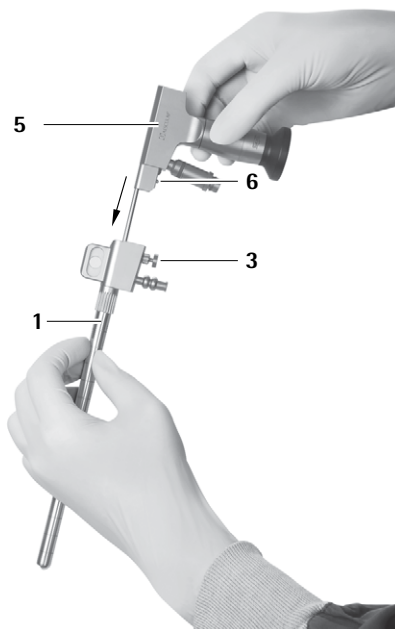
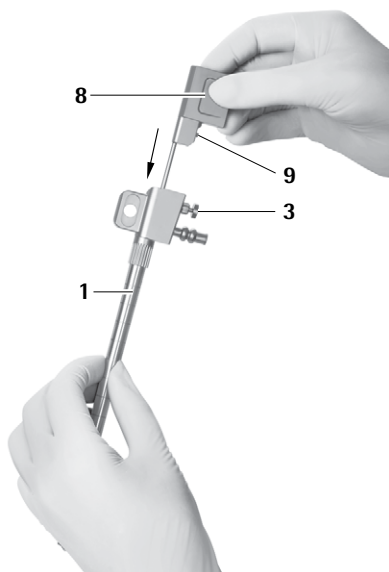

Fig. 14
Fig. 15
- Säkerställ därvid att låsbulten 6 till endoskopet 5 resp. låsbulten 9 till obturatorn för optikkanalen 8 finns på samma sida som upplåsningsknappen 3 till MINOP InVent-troakaren 1, se Fig. 14 och se Fig. 15.